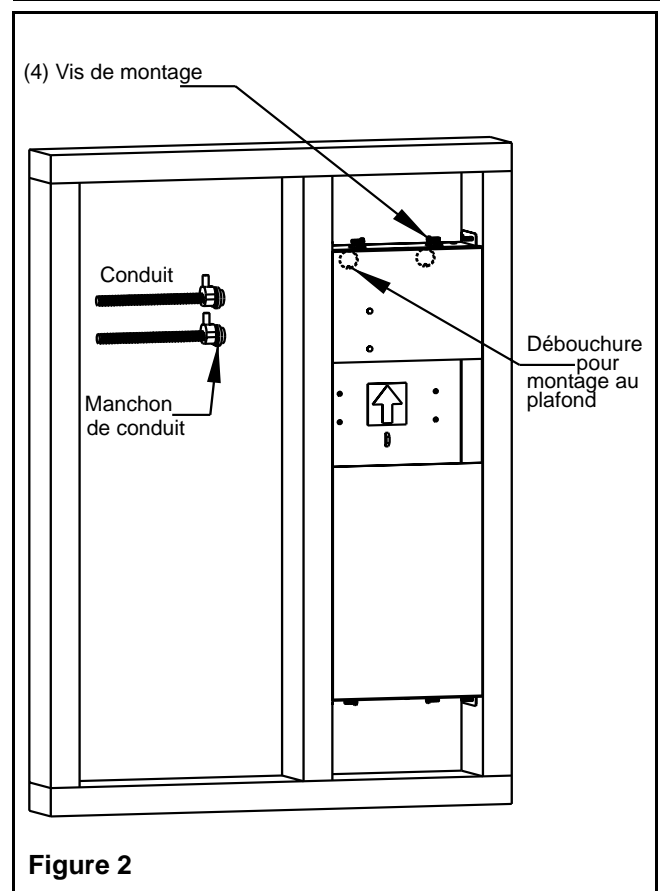

Figure 2
Montage du boîtier encastré au plafond dans une construction à mur sec (Figure 2)
1. Défoncez la(les) débouchure(s) dans la paroi du fond du boîtier encastré pour permettre l'installation du(des) câble(s) entrant(s) (ligne c.a.; ligne de secours c.c., Figure 2).
2. Tout en respectant l'orientation de montage, placez le boîtier encastré à l'endroit désiré pour qu'il soit à égalité du devant de la solive (Figure 2).
3. Utilisez des fixations appropriées (non fournies) pour fixer le boîtier encastré à la solive (Figure 2).
4. Encadrez le boîtier encastré tel qu'indiqué à la Figure 2 et vérifiez que l'installation soit bien exécutée.